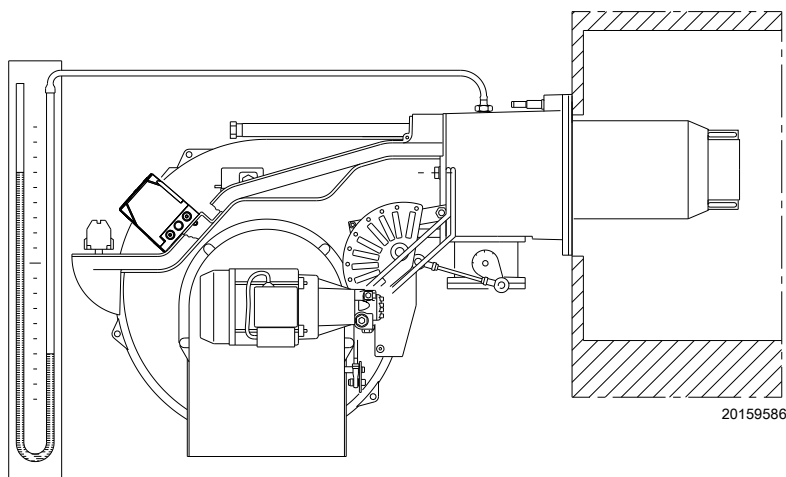

图 36
- 安装一个 U 型压力表或微压表 (图 36)，插座的 (+) 端连接到多歧管上的燃气压力测试点，(-) 端连接到炉膛内。
参考数值一般可在表 K 第 26 页中查到；在压力表上读出燃气压力 (见图 36 第 31 页) 并按所示进行操作。